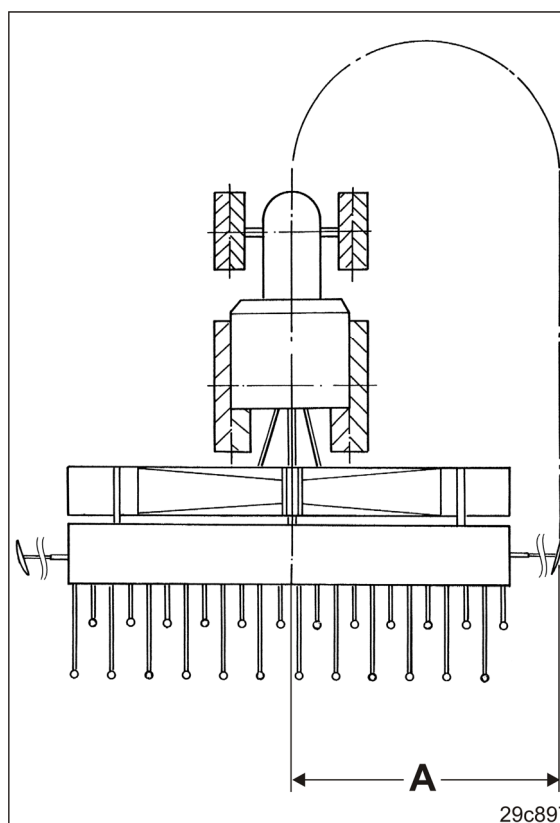

Рис. 171
- 4.4 Встановіть довжину маркерів на значення «А» (див. таблицю Рис. 171).